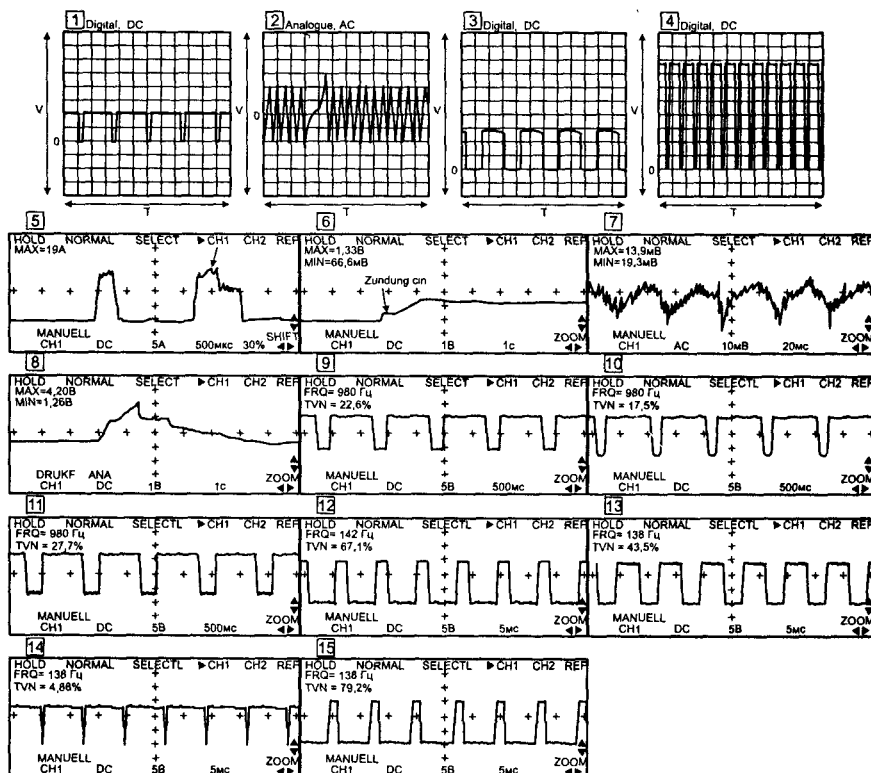

Рис. 1.5.7. Контрольные осциллограммы ECM «Bosch EDC 15C0»
На рис. 1.5.7 приведены контрольные осциллограммы блока ECM «Bosch EDC 15C0».
Для проверки управляющего сигнала снимают осциллограмму протекания тока через обмотку форсунки. В начале впрыска ток достигает 19...20 А для обеспечения быстрого открытия форсунки. Затем величина тока падает до уровня «тока удержания» — 11...12 А для обеспечения быстрого закрытия форсунки. Длительность управляющего сигнала составляет 1 мс (пилотный) и 1,5 мс (основной). Во время основного впрыска длительность управляющего сигнала увеличивается пропорционально нагрузке на двигатель (см. осц. 5 на рис. 1.5.7).
После этого подключают разъем датчика FRP на место и, включив зажигание, проверяют выходной сигнал датчика на контактах «1» и «2» в различных режимах работы двигателя (см. табл. 1.5.4 и осц. 6 на рис. 1.5.7 — пуск двигателя, осц. 7 — режим х.х, осц. 8 — свободное ускорение). При несоответствии сигнала с датчика контрольным значениям его необходимо заменить.
- подключают разъем клапана FPC на место и, включив зажигание, проверяют управляющий сигнал клапана, на контактах «1»—«2» в различных режимах работы двигателя (см. осц. 9 на рис. 1.5.7 двигатель вращается стартером, осц. 10 — х.х, осц. 11 — на средних оборотах).